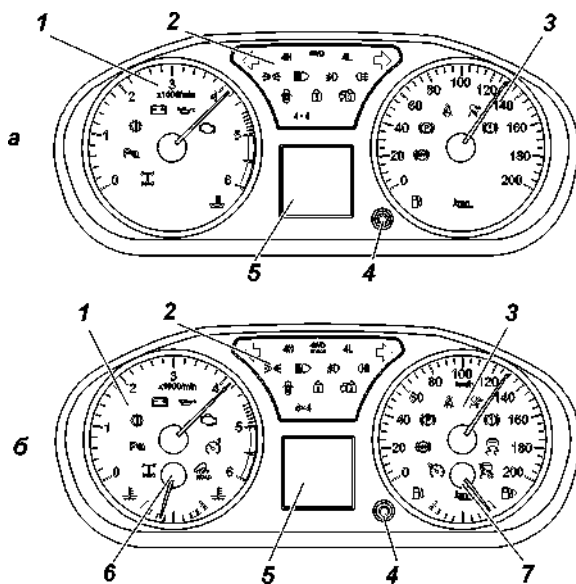
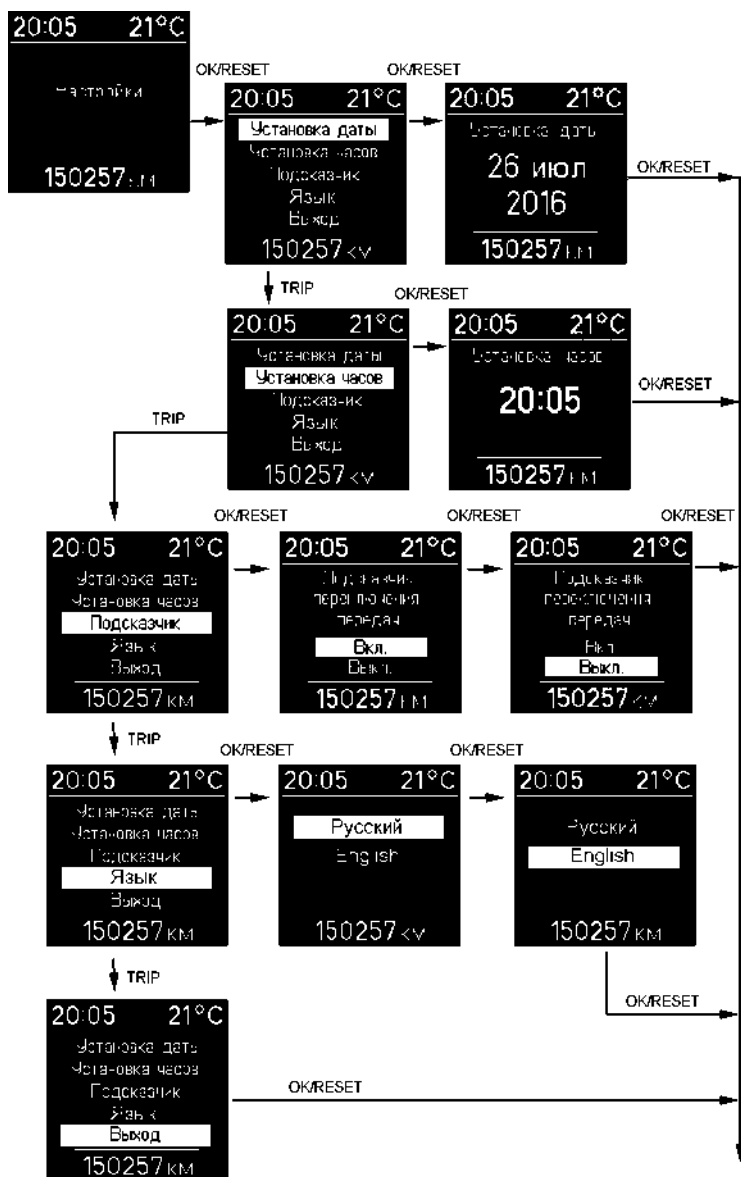

Рис. 3.5. Комбинация приборов (наименование позиций см. в тексте):
Рис. 3.9. Алгоритм установки параметров маршрутного компьютера
На рис. 3.5 изображена комбинация приборов.
- суточный пробег автомобиля. Сброс показаний счетчика суточного пробега производится продолжительным (более 2 с) нажатием на кнопку 4 (рис. 3.5) или 1 «ОК/RESET» (рис. 3.9);
Вход в режим установки параметра, выбор параметра (рис.3.9):